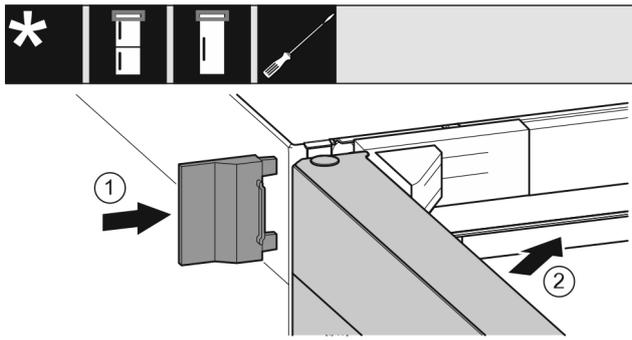

Fig. 36
- ▶ Deslizar la cubierta exterior. Fig. 36 (1)